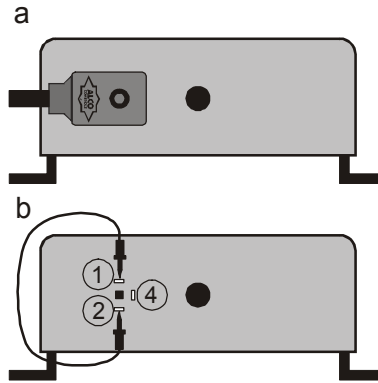

Fig. 1
Przed wykonaniem połączenia należy upewnić się, że moduł FSE-0xx znajduje się we właściwym położeniu między skraplaczem (1) a zbiornikiem (2) (Rys. 3) Należy stosować zespoły kablowe FSE-Nxx (do zastosowań standardowych) lub FSE-Lxx (zastosowań podanych przez UL/niskotemperaturowych). Ostrożnie nasunąć wtyczki na kołki modułu zasilającego **FSP** i modułu sterującego **FSE**. Możliwa jest tylko jedna prawidłowa pozycja połączenia (patrz Rys. 1 i 2). Uszczelki stanowią nieodłączną część zespołu kablowego. Śruby należy dokręcać momentem 0,05 Nm.
Należy zastosować zespół kabla FSP-Lxx (podany przez UL). Ostrożnie nasunąć wtyczkę na kołki modułu zasilającego **FSP**. Możliwa jest tylko jedna prawidłowa pozycja połączenia (patrz Rys. 1 i 2). Uszczelki stanowią nieodłączną część zespołu kablowego. Śruby należy dokręcać momentem 0,05 Nm. W celu podłączenia kabla od strony regulatora należy zapoznać się z dokumentacją regulatora.